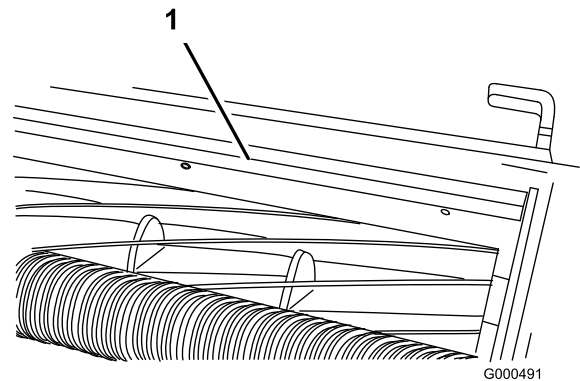

Figura 11
- Afloje los tornillos que fijan la barra superior (Figura 11) a la unidad de corte.